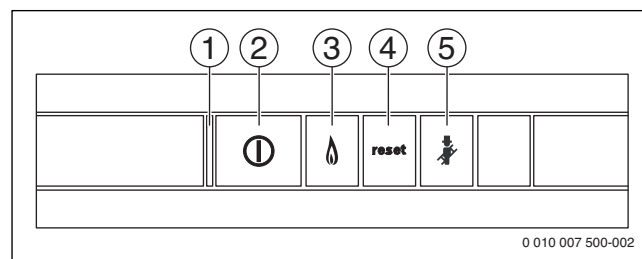

Fig. 79 Touches de réglage
- ▶ Démarrer l'appareil avec l'interrupteur marche/arrêt (→ fig. 79).